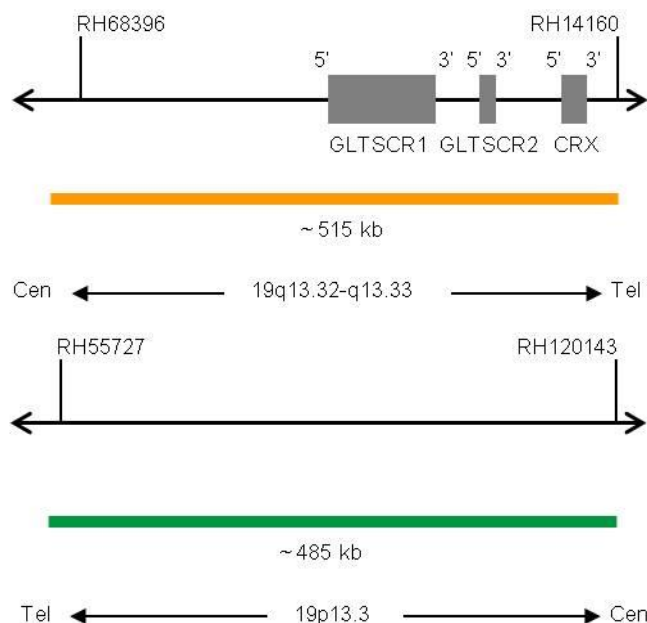

Fig. 1: In alto: mappa della sonda SPEC 19q13, in basso: Mappa della sonda SPEC 19p13 (non in scala)
- Polinucleotidi (~1,5 ng/μl) marcati con ZyOrange (eccitazione 547 nm/emissione 572 nm), le cui sequenze target mappano in 19q13.32-q13.33* (chr19:47,857,776-48,374,564) (vedere Fig. 1).
- Polinucleotidi (~10 ng/μl) marcati con ZyGreen (eccitazione 503 nm/emissione 528 nm), le cui sequenze target mappano in 19p13.3* (chr19:658,555-1,144,465) (vedere Fig. 1).